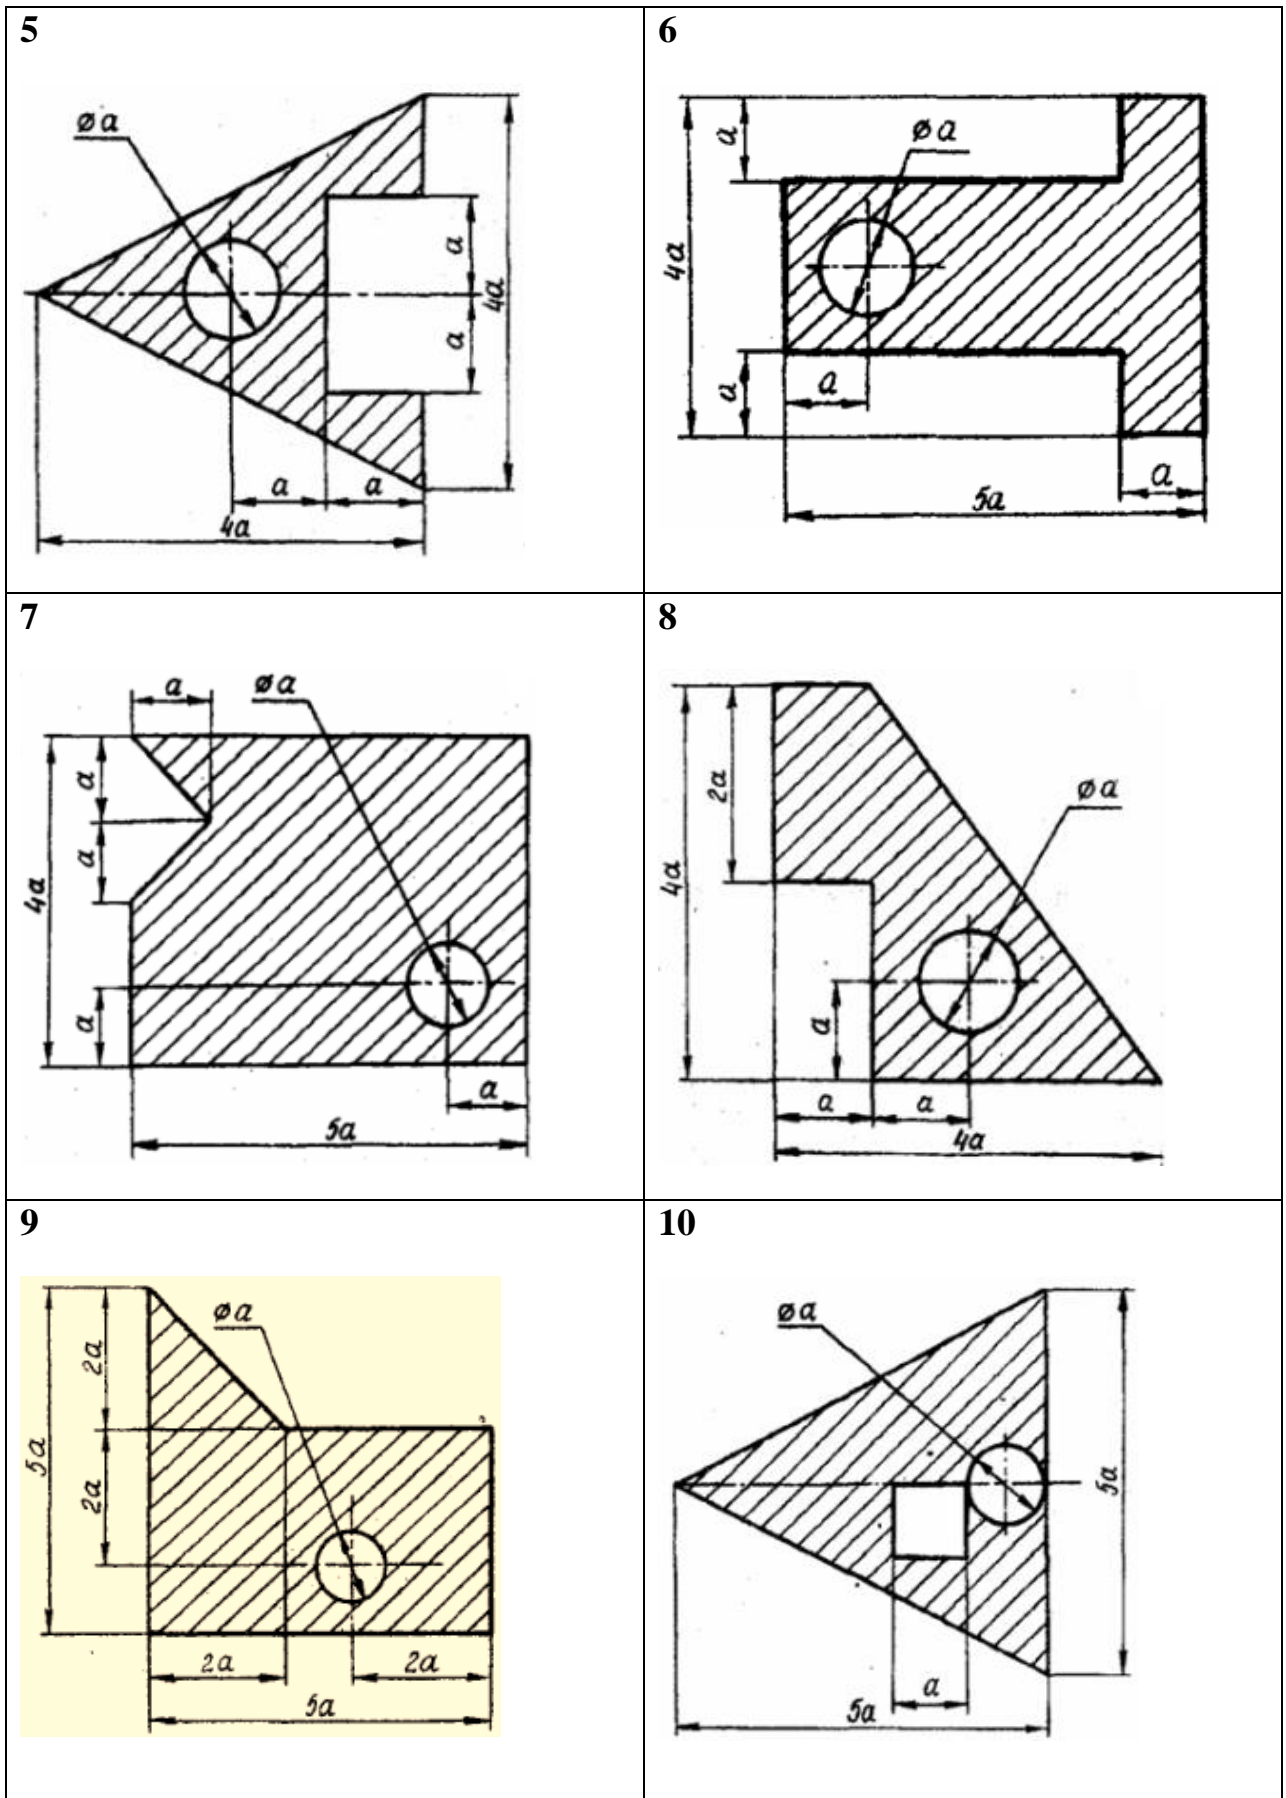

Рис. 6 - Схема задачи
*Задание:* На вал (рис.6) жестко насажены: шкив 1 и колесо 2. Определить силы  $F_2$  и  $F_{r2}=0,4 \cdot F_2$ , а также реакции опор (рисунок 5). Данные своего варианта взять из таблицы:
*Задание:* Определить координаты центра тяжести плоской фигуры (рисунок 6). Данные своего варианта взять из таблицы: